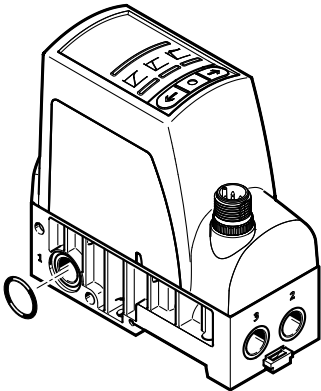

Fig. 2 Insertion du joint torique
1. Retirer le bouchon fileté et le matériau d'étanchéité du canal (1).
2. Insérer le joint torique dans le canal (1) entre 2 distributeurs -> Fig.2.